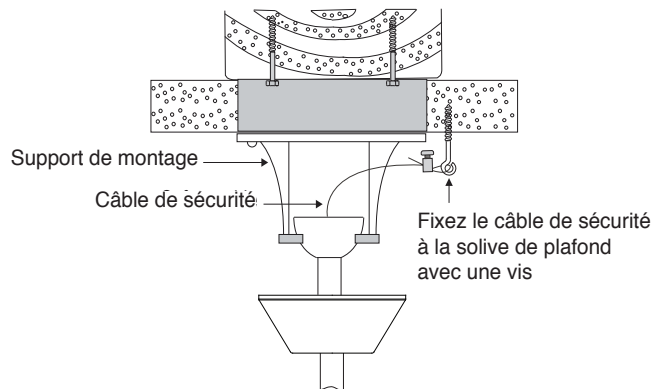

Fig. 10
**Étape 1.** Fixez la vis à bois à la solive de plafond, à côté du support de montage. (Fig. 10)